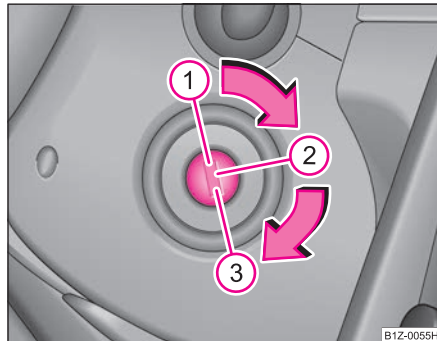

Fig. 115 Pozițiile cheii în contact
- Rotiți cheia în poziția ① ⇒ pagina 121, fig. 115.